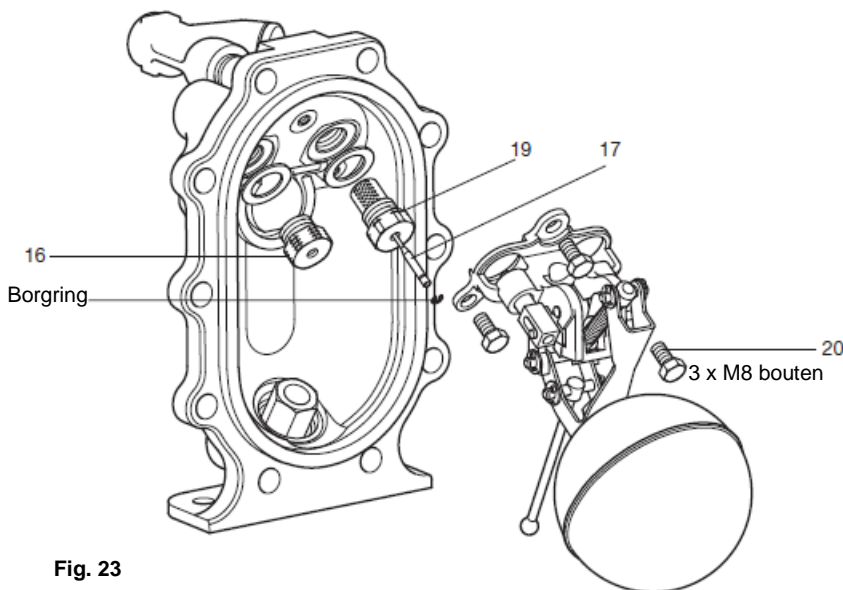
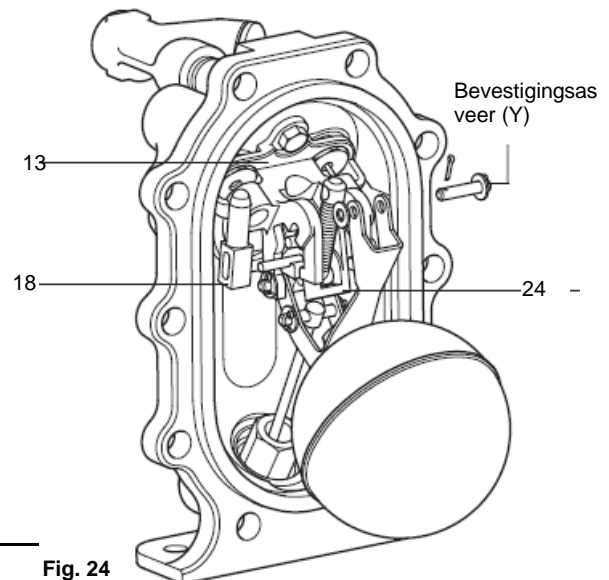
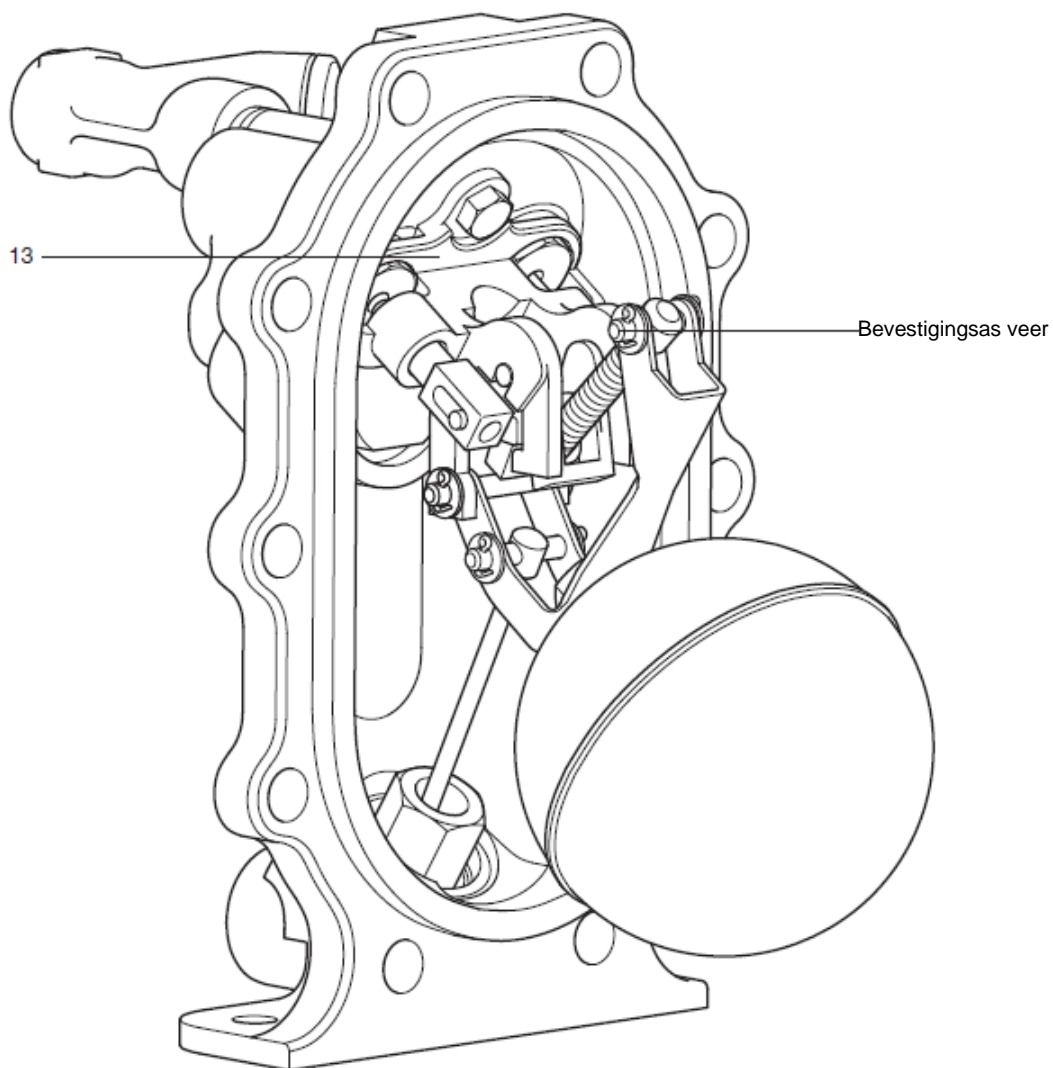

Fig. 23
Fig. 24
Fig. 25
3. Neem zorgvuldig de borgringen weg van het einde van stoom inlaatklep (item 17).
4. Verwijder de drie M8 bouten (item 20) met de 13 mm A/F sleutel.
9. Plaats de nieuwe stoom inlaatklep (item 17) en uitlaatklep (item 16) volgens Fig. 23.
10. Plaats een nieuwe metalen pakking (item 19) op het draadeinde van de zitting alvorens deze in het deksel te plaatsen.
13. Bevestig opnieuw het support mechanisme (item 13) op het deksel en draai de drie M8 bouten aan met de 13 mm A/F sleutel tot  $18 \pm 2$  Nm.
15. Demonteer, om de uitlaatklep te verwijderen, splitpennen, sluitringen en pen (Y) van het bovenste veerbevestigingspunt (zie Fig. 24).
17. Trek de veerhefboom omlaag in zijn sleuven tot het gehele veer-en-hefboommechanisme samen met de uitlaatklep loskomt. Het kan nodig blijken de uitlaatklep tegen zijn inwendige veer in, achteruit te duwen om het van het supportmechanisme (item 13) los te kunnen maken.
20. Let er op dat de hefboom goed uitgelijnd is en zich mooi in de sleuven van het supportmechanisme bevindt (item 13).
23. Beweeg de vlotter nu naar z'n bovenste positie en terug naar z'n onderste om de soepele werking van het mechanisme te controleren. De hefboom van de veer moet hierbij met een korte klik de aandrijvende stoomklep openen en de uitlaat voor de ontluchting (items 17,18) sluiten en vice versa als de vlotte terug naar z'n onderste positie worden bewogen. **Opm.** :het mechanisme is zo ontworpen dat geen afregeling nodig is. Dit vereenvoudigt het plaatsen van nieuwe onderdelen. Wanneer zou blijken dat, nadat alles terug is samengebouwd, het mechanisme niet juist werkt, dient nagekeken of alle onderdelen gemonteerd zijn en uitgelijnd volgens Fig. 25.
26. Sluit zorgvuldig de aandrijvende stoomleiding en ontluichtingsleiding terug aan de aansluitingen gemerkt met (S) en (E), alsook de condensaat- en uitlaatlleidingen gemarkeerd met (IN) en (UIT). De APT10-4,5 is nu klaar om terug in gebruik genomen te worden.